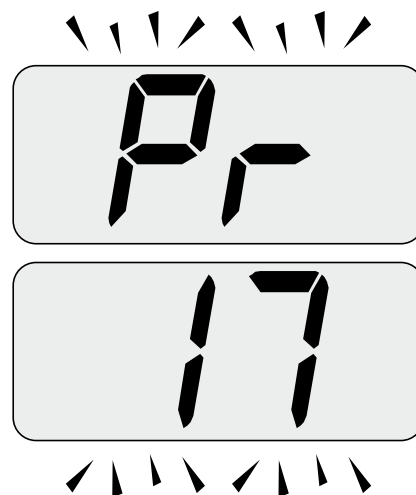

Figura 5.33
- Scorrere i vari parametri utilizzando i tasti 17 o 18 fino a far apparire sul display LCD le lettere **Pr** che si alternano con il codice **17**, indicanti l'entrata nel "parametro 17"(Figura 5.33 ).